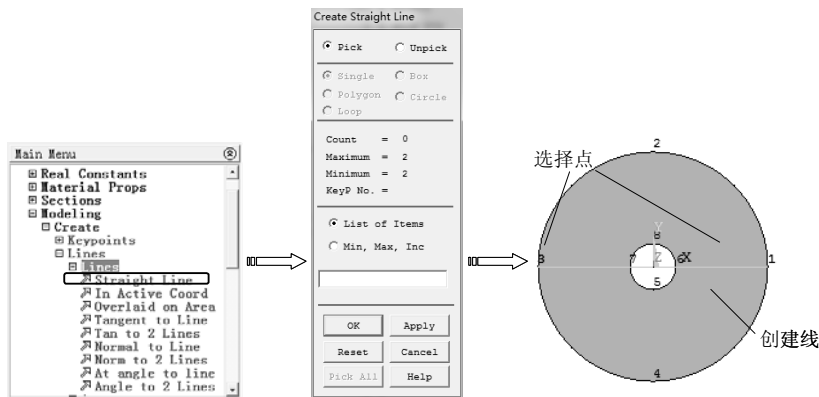

图 3-45 创建直线
4) 选择“Main Menu>Preprocessor>Modeling>Create>Lines>Straight Line”命令, 弹出“Create Straight Line”对话框, 提示用户用鼠标在图形窗口中单击选中关键点 3 和 1, 然后单击“OK”按钮创建直线, 如图 3-45 所示。